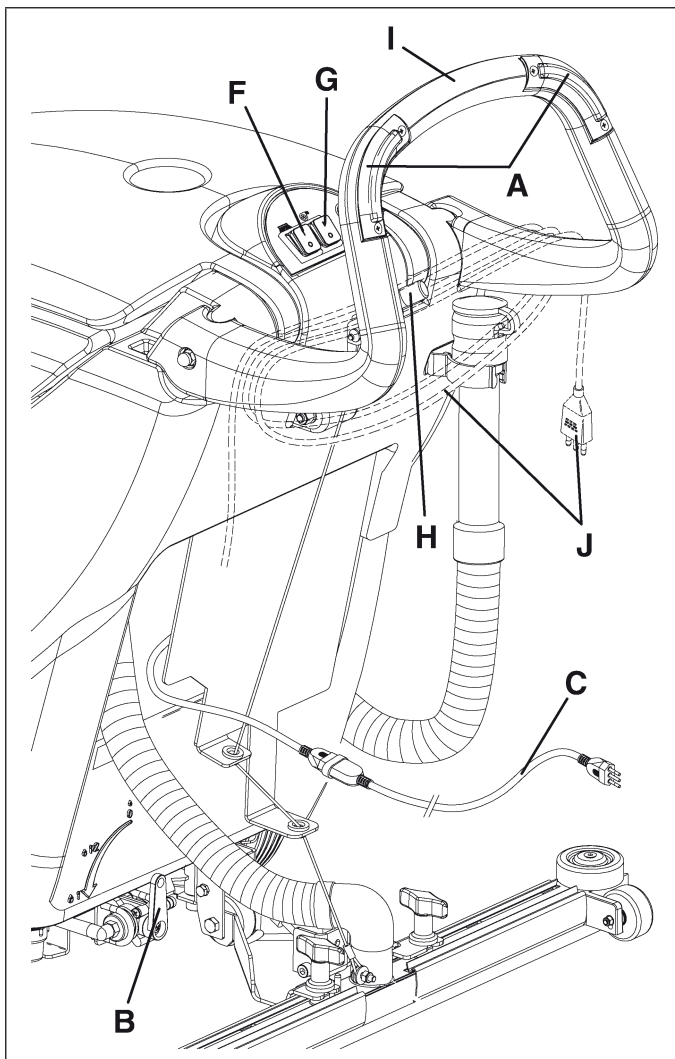

Figure 10
2. Teniendo ambas las manos sobre el manillar (I, Fig. 10), maniobrar la máquina y empezar el trabajo de lavado/secamiento del suelo.
Para evitar que el suelo se dañe: no utilizar el cepillo/filtro en seco cuando la máquina está parada, parar la rotación del cepillo soltando los interruptores (A, Fig. 10).
Antes de levantar el cepillo/filtro, parar su rotación soltando los interruptores (A, Fig. 10).
3. Si necesario, cambiar la cantidad de solución detergente que llega al cepillo/filtro mediante la palanca (B, Fig. 10).
1. Poner los interruptores de rotación del cepillo y de aspiración (F y G, Fig. 10) en posición "0".
2. Desconectar el enchufe del cable de alimentación (C, Fig. 10) de la red eléctrica. Envolver el cable de alimentación alrededor del manillar, en posición (J).
3. Levantar la boquilla girando completamente la palanca (H, Fig. 10) hacia arriba.